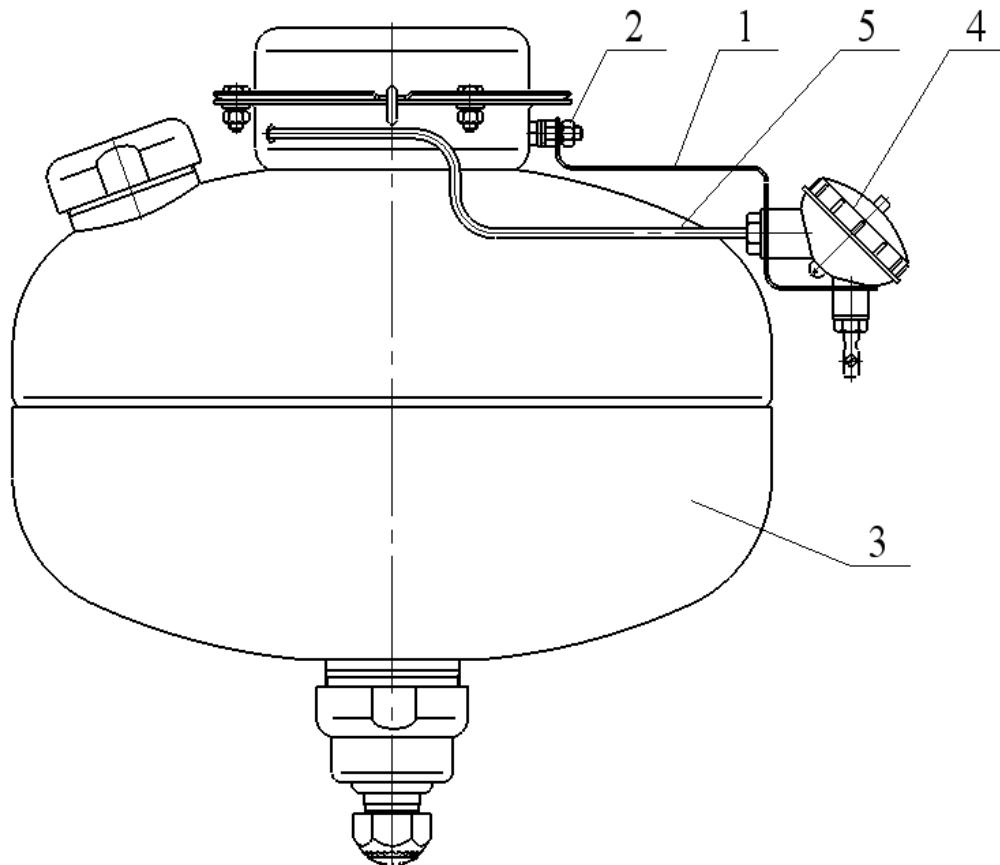

Рисунок 5
На кронштейне **1**, закрепленном гайкой **2** на фланце МУПТВ **3** (см. рисунок 5), установлен электронный узел запуска **4**. Вывода элемента электропускового **5 ИХГ**, вставленные в трубку, через гермоввод соединены с электронным узлом запуска **4**.
6.8.2 Гайкой **2** (см. рисунок 5) закрепить на корпусе МУПТВ кронштейн **1**.
6.8.3 С корпуса **1** электронного узла запуска (см. рисунок 7) отвернуть крышку **2** и винт **3**. Через отверстия винта **3** (см. рисунок 7) и кронштейна **1** (см. рисунок 5) в гермоввод электронного узла запуска ввести провода элемента электропускового ИХГ и при необходимости ШПС. Винтом **3** (см. рисунок 5) закрепить на кронштейне электронный узел запуска.